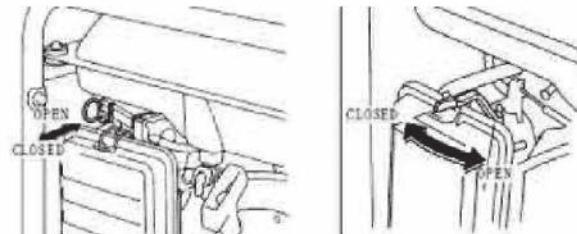

Рис. 4
- Переведите рычаг заслонки в положение (||) «Запуск» (только при холодном двигателе) (Рис. 4).